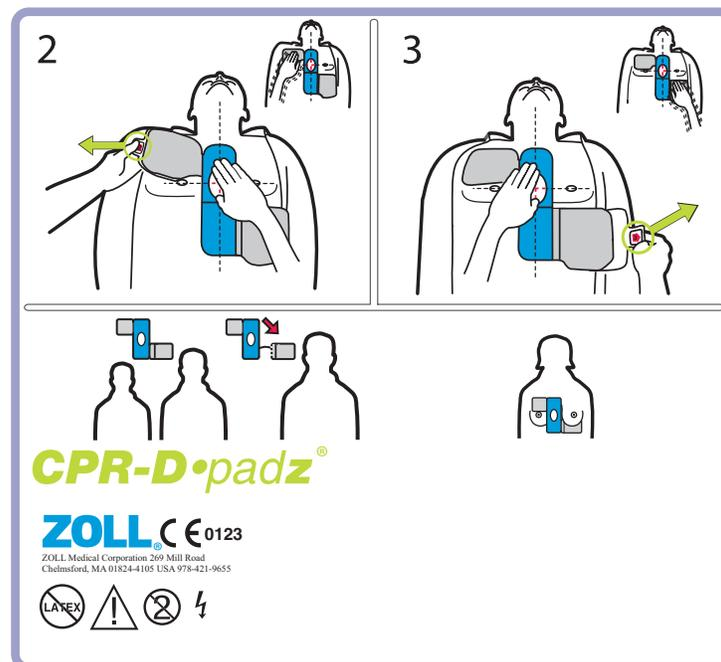

Figura 5: Posizionamento di CPR-D-padz
1. Aprire la confezione ed estrarre gli elettrodi. Orientarli come indicato nel disegno (vedere Figura 5).